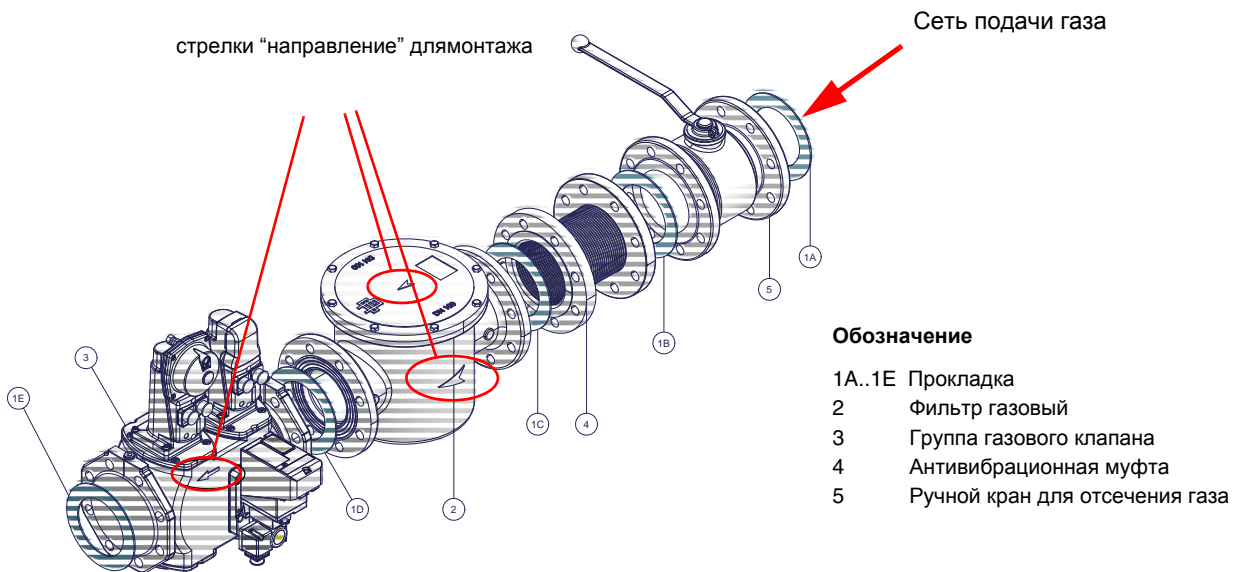

Рис. 5 - Пример газовой рампы
- 1-б) при фланцевых соединениях: между соседними компонентами устанавливать прокладку (1А..1Е - Рис. 5), совместимую с используемым газом,